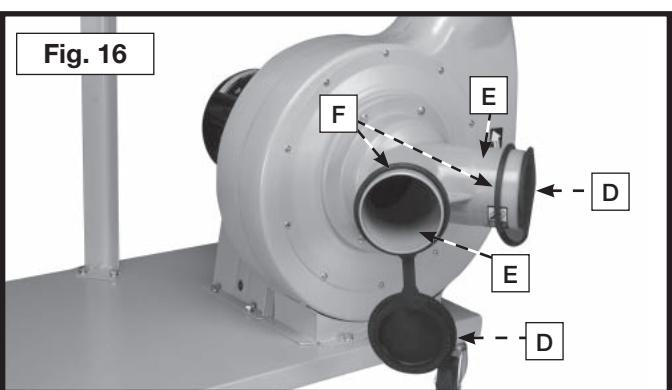

Fig. 15
- Alinee los cuatro agujeros en la entrada de polvo (A) Fig. 14 con los agujeros de montaje en la pestaña (B) del ensamblaje del ventilador y el motor, y sujetelos con cuatro tornillos de rosca chapa (C). La Fig. 15 muestra el orificio de entrada de polvo montado al ensamblaje del ventilador.